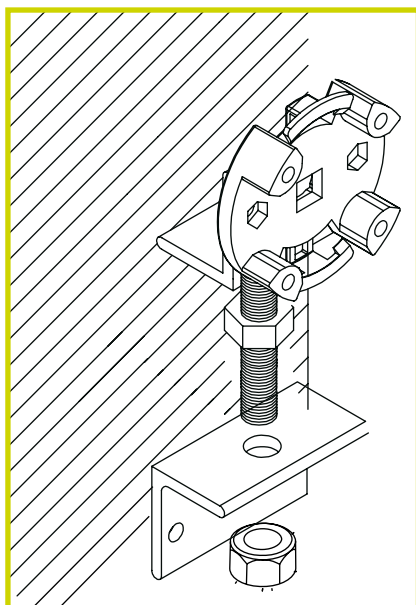

Fig. 9
- 4) Monter le support du moteur (Fig. 9 ou 10), du côté de la disposition électrique.